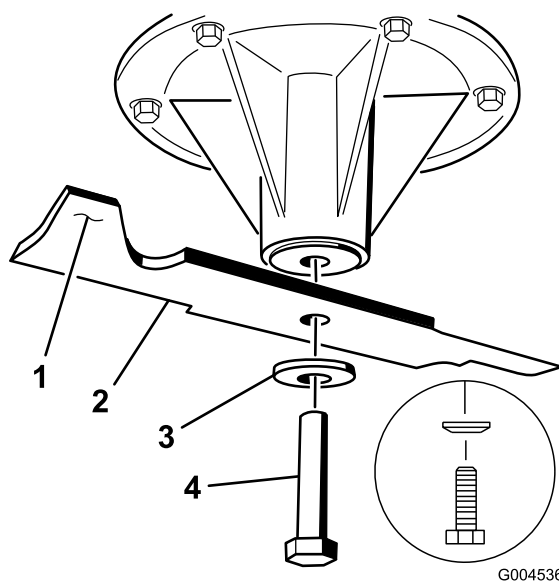

図 79
2. スピンドルのシャフトからブレードボルト、湾曲ワッシャ、ブレードを取り外す(図 79)。
- もし傾くようなら、重い方の裏面を少し削って調整する 図 79。